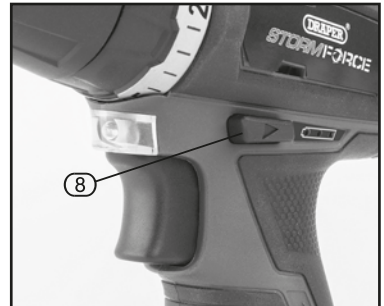

FIG.3
9.4 FORWARD/REVERSE SELECTOR - Fig. 3